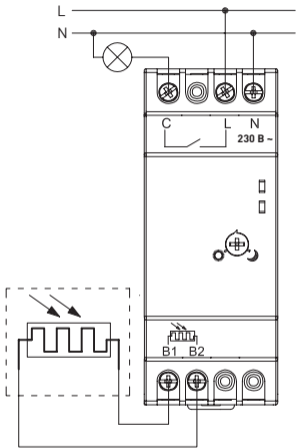

Рис. 3 – Схема подключения фотореле DIN-1 (ФР)
3. Присоедините провода в соответствии со схемой на Рис. 3.
4. Установите датчик в месте, доступном для попадания солнечных лучей, но при этом вдали от посторонних источников освещения. Подключите датчик к реле в соответствии со схемой на Рис. 3.